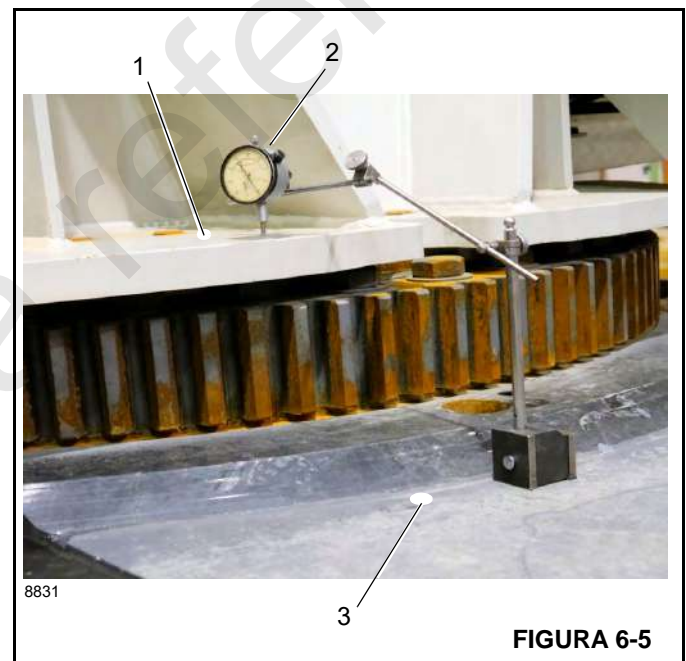

FIGURA 6-5
2. Coloque um relógio comparador (2, Figura 6-5) na estrutura da caixa T (3), no lado oposto da lança.
3. Coloque o relógio comparador na parte superior da placa de rolamento da torre (1, Figura 6-5).